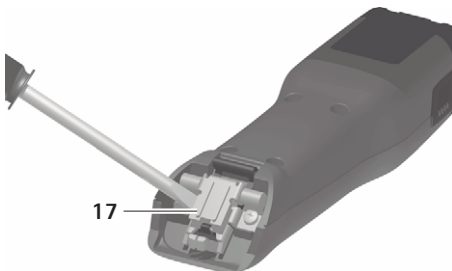

Fig. 1
- Lorsque la charnière de la lame est fermée: ouvrir la charnière de la lame 17 à l'aide d'un tournevis, voir Fig. 1.